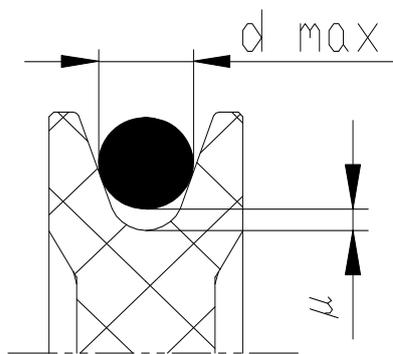

图 2.9-2
- 5) 检查磨损情况，滑轮绳槽因钢丝绳承载而致的磨损不得超过（见图 2.9-2）：